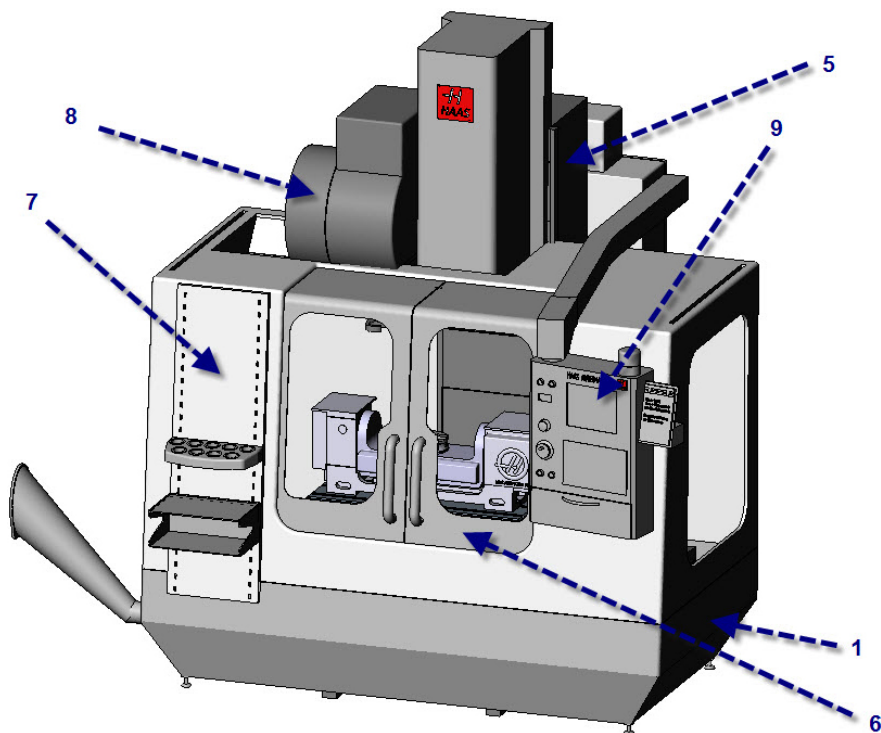

Рис. 1.4. Корпус вертикально-фрезерного станка с ЧПУ
Рассмотрим конструкцию вертикально-фрезерного станка с ЧПУ (рис. 1.4, 1.5). *Станина* (1) предназначена для крепления всех узлов и механизмов станка. *Рабочий стол* (2) может перемещаться в продольном (влево/вправо) и поперечном (вперед/назад) направлениях по *направляющим* (3). *Пульт управления, или стой-*